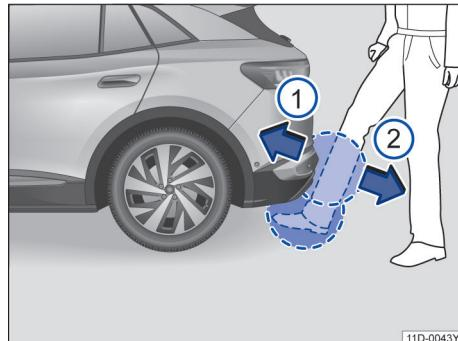

图 54 感应式关闭行李厢盖 (Easy Close)
- 脚和小腿快速移动到靠近保险杠处。小腿必须位于上部传感区内，脚必须位于下部传感区内 → 图 54。